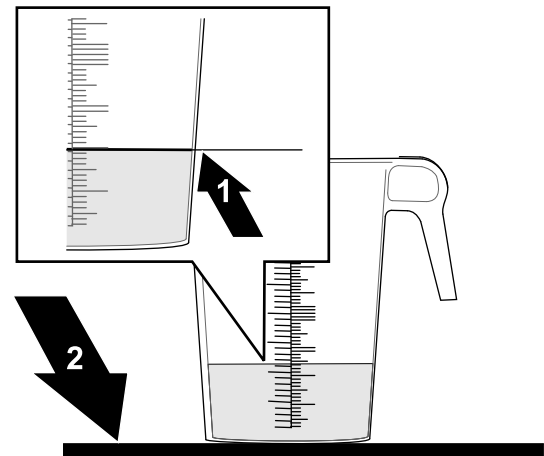

Figura 172
- 1. Posizionate il recipiente graduato su una superficie piana e lasciate stabilizzare il fluido, quindi annotare il volume del fluido (Figura 172).